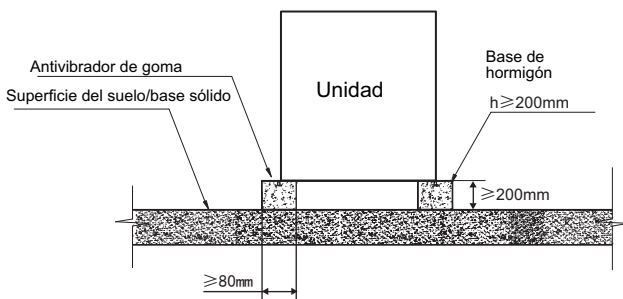

Fig. 6-5 Vista frontal de la estructura base
- 4) En la Fig. 6-5 se muestra un diseño típico de la base de hormigón. Una especificación típica de concreto es 1 parte de cemento, 2 partes de arena y 4 partes de piedra triturada con barra de refuerzo de acero. Hay que garantizar que los bordes de la base sean biselados.